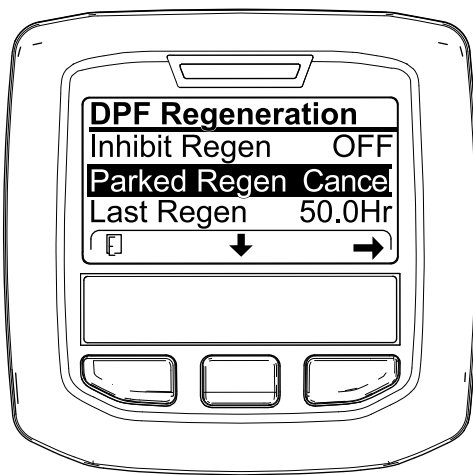
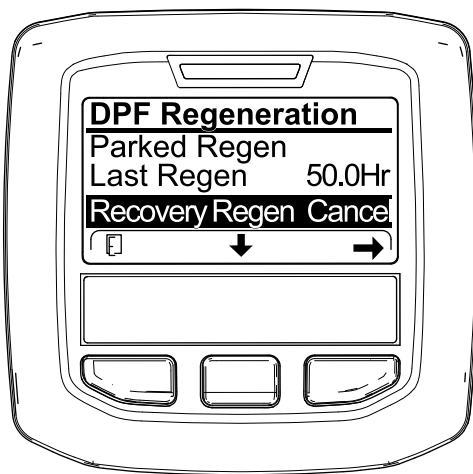

図 61
図 62
2. 中央ボタンを押して下へスクロールし、駐車再生キャンセル PARKED REGEN CANCEL (図 61) またはリカバリ再生キャンセル RECOVERY REGEN CANCEL を選ぶ図 62。
3. 右ボタンを押すと再生キャンセルに Regen Cancelに入る図 61または図 62。